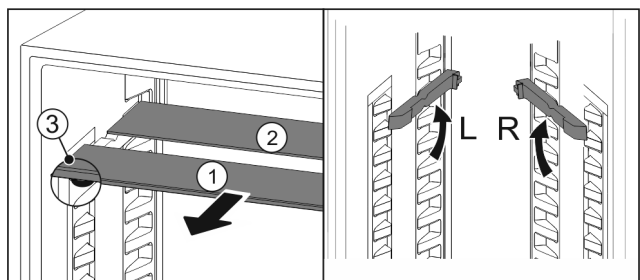

Fig. 167
- ▶ Посуньте Fig. 167 (1) скляну панель вперед.
- ▶ Скляна панель Fig. 167 (1) з декоративною планкою лежить спереду.
- ▶ Стопори Fig. 167 (3) показують вниз.